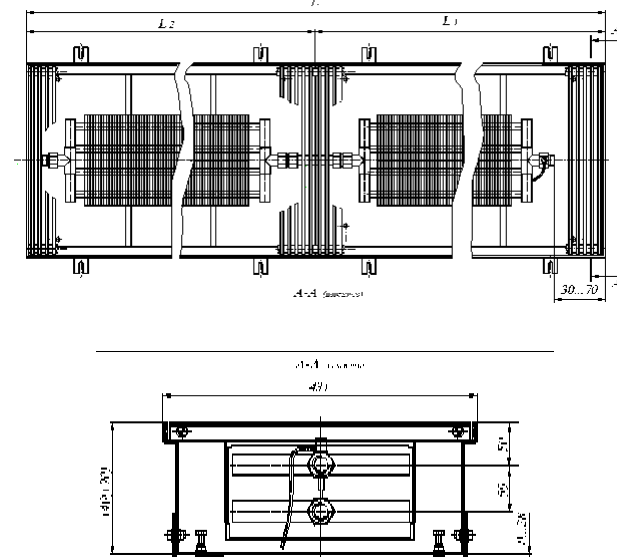

Рис. 2 Конвектор КРКДП 43.14(19).310...600 проходной
- 5.2 Конвектор монтируется в пол, для этого необходимо установить корпус конвектора в заранее подготовленный канал в полу и выровнять его по уровню чистого пола, с помощью упорных болтов 4 закрепив опорами 5 (см. Рис.2).